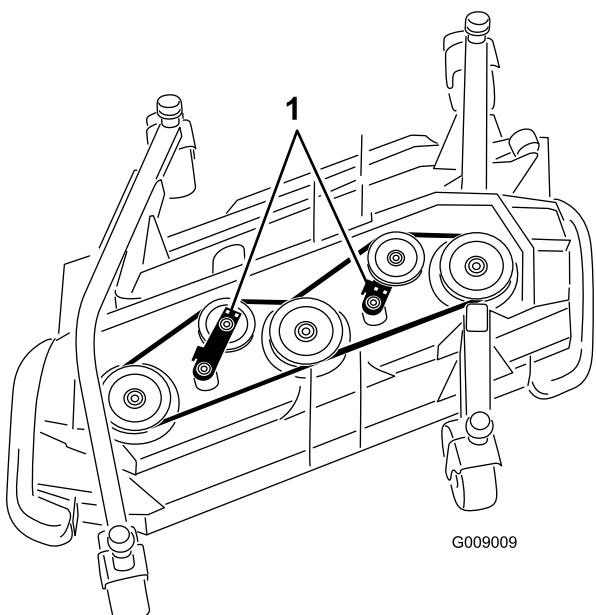

Рисунок 127
5. Используя гаечный ключ с храповиком или аналогичный инструмент, отодвигните натяжной ролик от приводного ремня, чтобы ослабить ремень и снять его со шкивов (Рисунок 127).